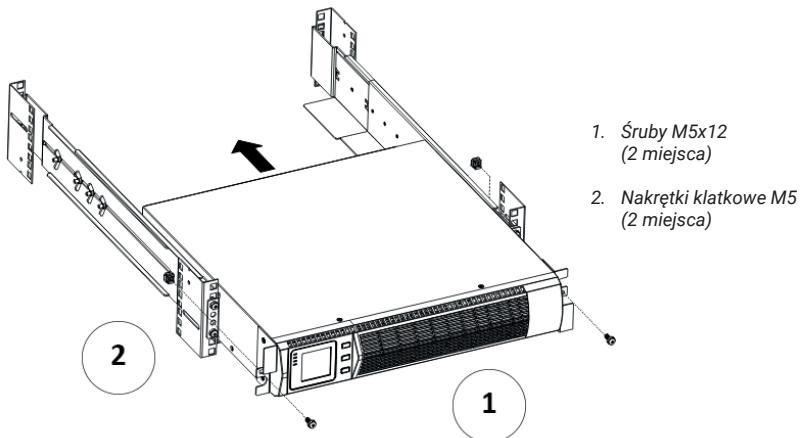

Rysunek 5: Instalacja wsporników montażowych
9. Dopasować uchwyty montażowe z otworami po obu stronach zasilacza i zamontować z dostarczonymi wkrętami z płaskim łączem M4 x 8 (patrz rys. 5)